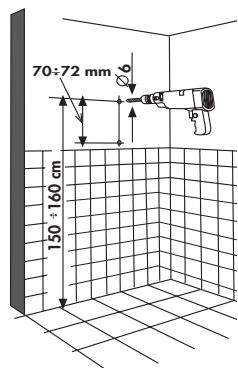

Fig. 1
- Dopo aver stabilito le posizioni in cui si vuole installare l'asciugacapelli, praticate 2 fori di Ø mm6 nel muro, mantenendo tra loro un interasse di 70/72 mm (fig.1).
- After having chosen the correct location for the appliance, drill two Ø 6 mm holes in the wall, keeping a distance of 70/72 mm between them (fig.1)
- La position choisie pour fixer l'appareil, percer deux trous Ø 6mm au mur, en maintenant un interaxe de 70/72 mm (fig.1)